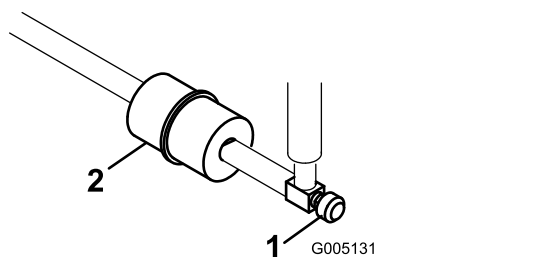

Figura 29
O filtro encontra-se na linha de combustível entre o depósito de combustível e o carburador (Figura 29).
1. Feche a válvula de corte do combustível (Figura 29).
2. Coloque um recipiente de escoamento debaixo do filtro, desaperte a braçadeira de tubos que se encontra no lado do carburador e retire a tubagem de combustível do filtro (Figura 29).
3. Desaperte a braçadeira de tubos e retire o filtro (Figura 29).